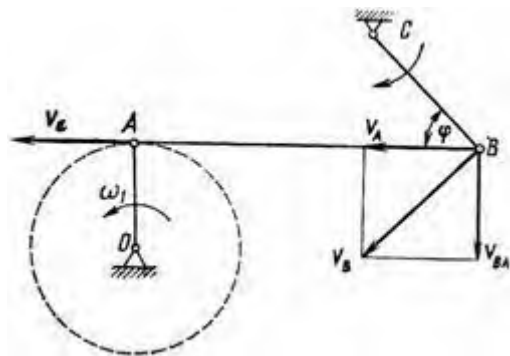

Рисунок 21
2. В четырехзвенном механизме (рис. 21) кривошип  $OA$  вращается равномерно с частотой  $n = 300$  об/мин. Для заданного положения механизма, при котором кривошип  $OA$  перпендикулярен шатуну  $AB$  и  $\angle ABC = 45^\circ$ , определить угловую скорость звена (коромысла)  $BC$ , если  $OA = 0,12$  м,  $AB = 0,3$  м и  $BC = 0,14$  м.